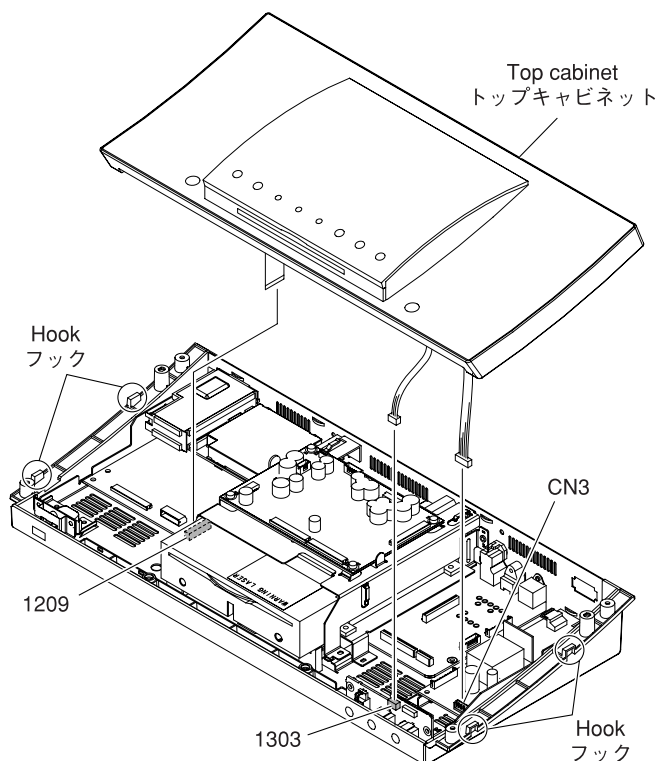

Fig. 2
- b. Release 4 hooks and then pull out the top cabinet slowly. (Fig. 2)
- c. Remove 1209, 1303 and CN3. (Fig. 2)
- d. Remove the top cabinet. (Fig. 2)
- b. フック4箇所を外し、トップキャビネットをゆっくり外します。(Fig. 2)
- c. 1209、1303、CN3を外します。(Fig. 2)
- d. トップキャビネットを取り外します。(Fig. 2)